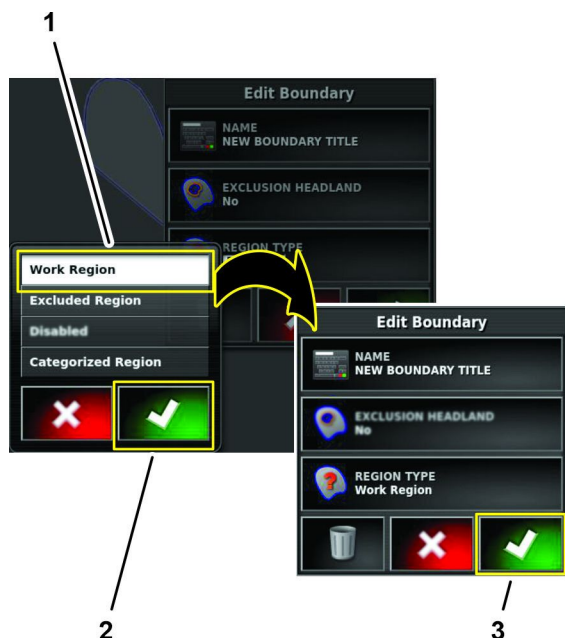

図 60
2. 領域の種類ダイアログボックスの中で、作業領域アイコンを押し、承認アイコンを押す 図 60。